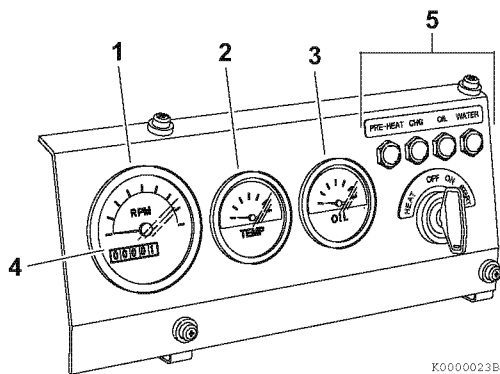
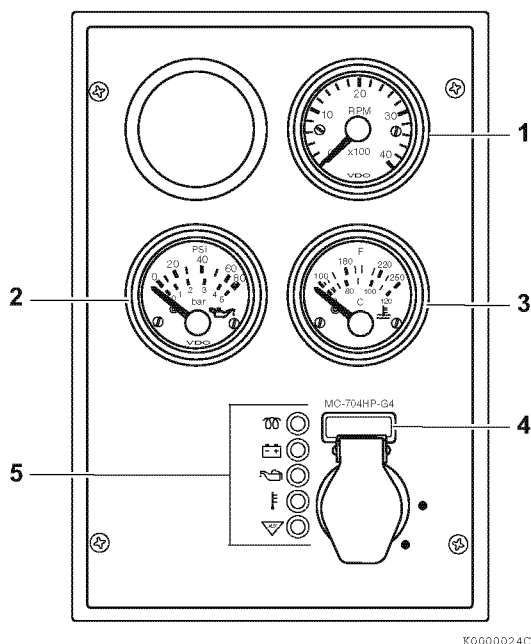

Рисунок 4
Рисунок 5
1. Пока работает двигатель, проверяйте, нормальны ли показания указателей. Указатели на **Рисунок 4** и **Рисунок 5** изображены только в пояснительных целях.
- **Тахометр (1, Рисунок 4) или (1, Рисунок 5)** — Проверьте, находится ли в пределах нормы частота вращения двигателя. См. «Спецификации частоты вращения двигателя» на стр. 62.
- **Давление моторного масла (2, Рисунок 4) или (3, Рисунок 5)** — Проверьте, находится ли в пределах нормы давление моторного масла. См. «ОСНОВНЫЕ ХАРАКТЕРИСТИКИ ДВИГАТЕЛЯ» на стр. 63.
- **Температура охлаждающей жидкости (3, Рисунок 4) или (2, Рисунок 5)** — Проверьте, находится ли в пределах нормы температура охлаждающей жидкости.
- **Счетчик моточасов** — Счетчик моточасов (4, Рисунок 4) или (4, Рисунок 5) показывает общее количество часов работы двигателя. Это полезно, когда планируется выполнение регламентных работ. См. «ГРАФИК РЕГЛАМЕНТНЫХ РАБОТ» на стр. 40.
2. Когда двигатель достигнет рабочей температуры, должны погаснуть все индикаторы (5, Рисунок 4) или (5, Рисунок 5). Если какой-либо из индикаторов включен, остановите двигатель и выполните необходимый ремонт.